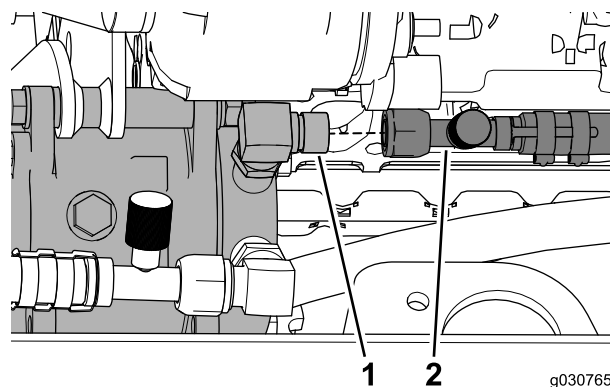

Figura 43
3. Ligue o tubo de alta pressão do ar condicionado (3/4 pol.) da cabina à união de ângulo reto (3/4 pol.) como se mostra na Figura 43.